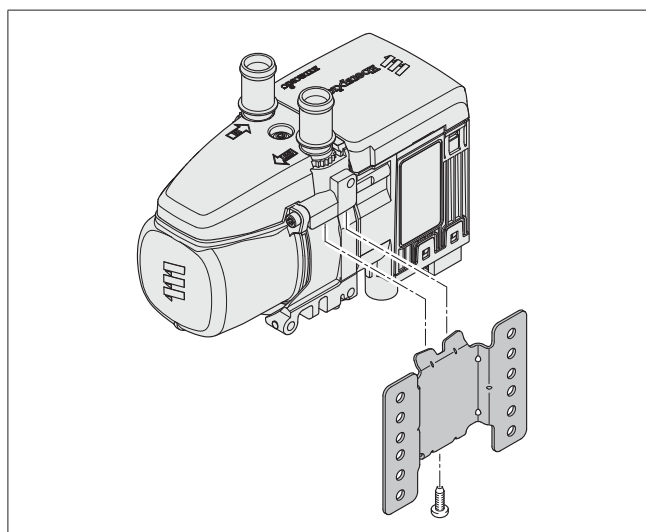

Figura 5
- Colocar el calentador en el soporte y sujetarlo al soporte con un tornillo hexagonal M6 x 16, SW T30 (par de apriete: 10+1 Nm), véase Figura 5.